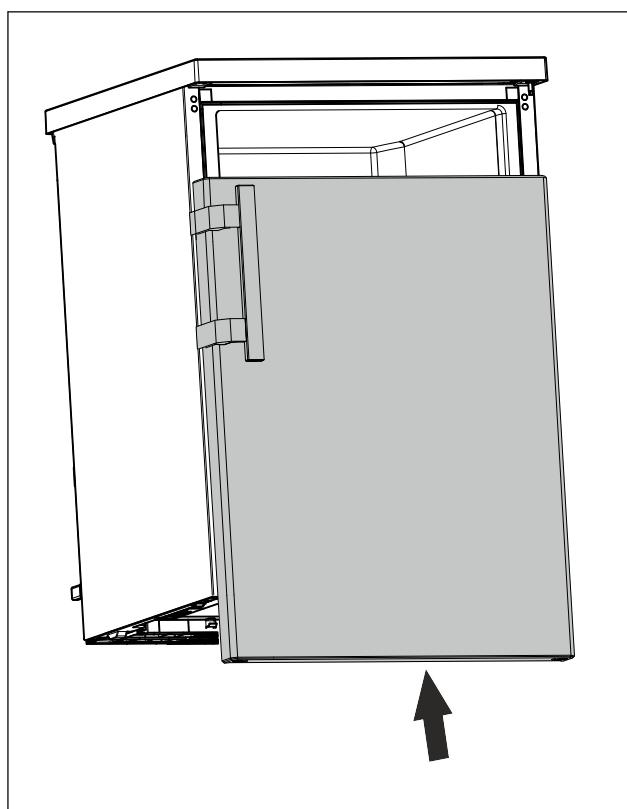

Fig. 24
- Надвиньте дверь в закрытом состоянии на верхний болт. (см. *Fig. 24*)